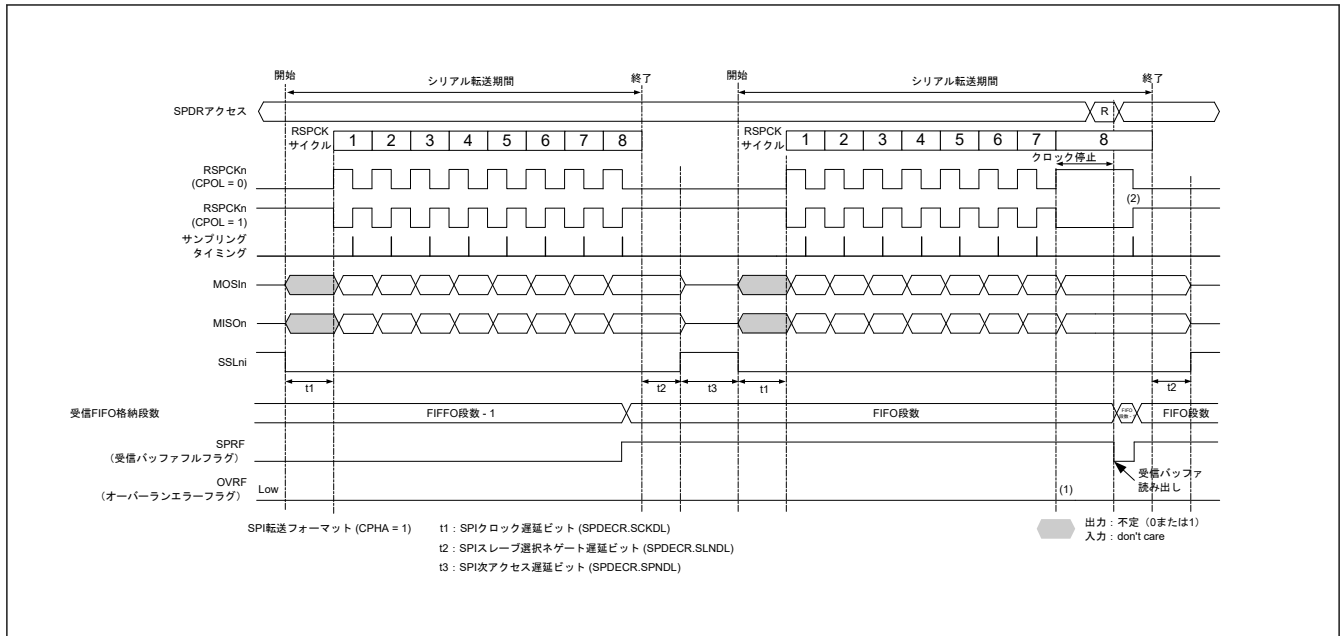
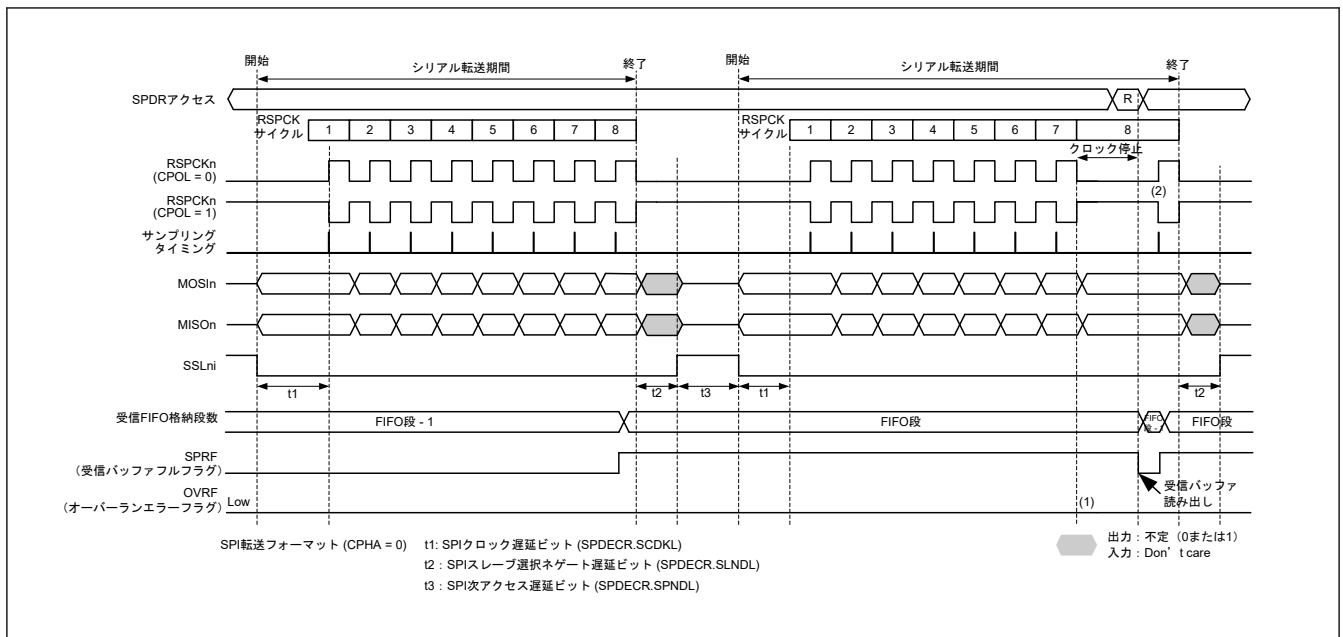

図 33.48 マスタモード時に FIFO の段数分のデータが格納された状態でシリアル転送が継続されるときのクロック停止波形 (CPHA = 1)
図 33.49 マスタモード時に FIFO の段数分のデータが格納された状態でシリアル転送が継続されるときのクロック停止波形 (CPHA = 0)
マスタモードで RSPCK 自動停止機能を有効 (SPCR.SCKASE = 1) にした場合は、オーバーランエラーが発生しません。図 33.48 と図 33.49 に、マスタモード時の受信バッファフルの状態でのシリアル転送が継続するときのクロック停止波形を示します。
以下に、図 33.48 および図 33.49 の (1)、(2) に示したタイミングでのフラグ動作を説明します。